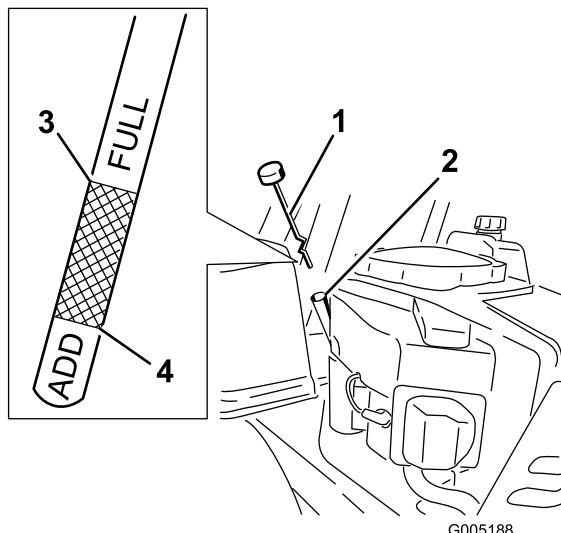

Figure 28
4. Dévissez et retirez la jauge, puis essuyez-la sur un chiffon (Figure 28). Réintroduisez la jauge dans le tube jusqu'à ce que le bouchon repose sur le tube. Ne vissez pas le bouchon sur le tube.
5. Sortez de nouveau la jauge et vérifiez le niveau d'huile. (Figure 28).
7. Enlevez le bouchon de remplissage/la jauge (Figure 28).
13. Versez avec précaution environ 80% de la quantité d'huile spécifiée dans le goulot de remplissage (Figure 28)
14. Remettez le bouchon de remplissage/la jauge en place (Figure 28).
15. Vérifiez le niveau d'huile (Figure 28) (voir Contrôle du niveau d'huile).
17. Remettez le bouchon de remplissage/la jauge et serrez à fond (Figure 28).